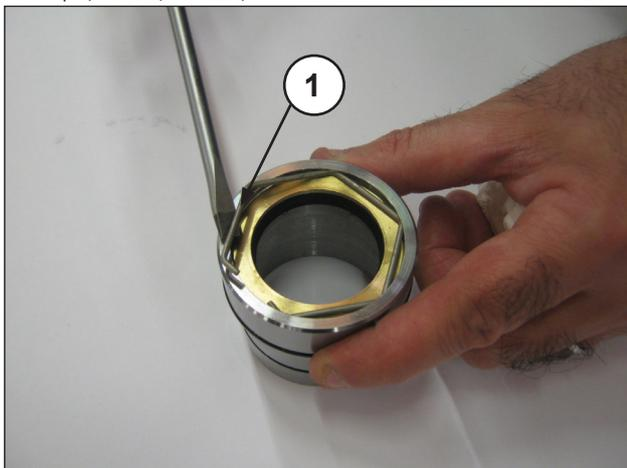
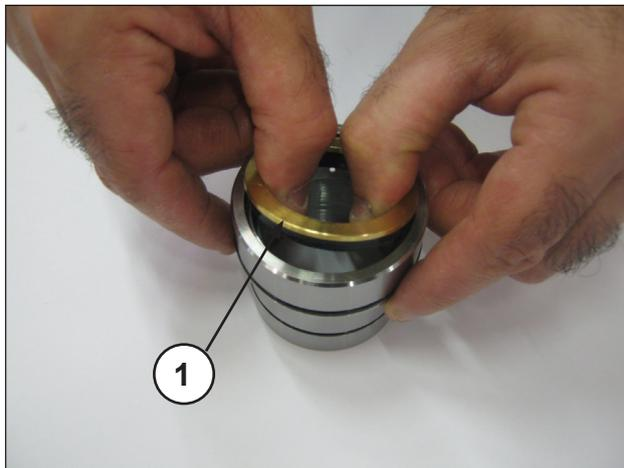

Рис. 33
Рис. 34
Чтобы удалить уплотнение низкого давления, необходимо снять стопорное кольцо (поз. ①, Рис. 33) и уплотнительное кольцо (поз. ①, Рис. 34).